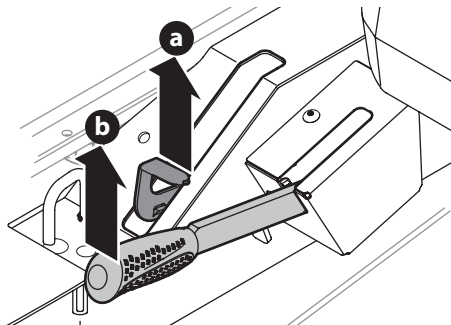

Fig. 2
2. Enclenchez les soupapes de dérivation de la transmission en tirant le levier de dérivation (a) vers l'extérieur, puis vers le haut et jusqu'en arrière (Fig. 2).
4. Pour débloquer le levier de dérivation (a), poussez le levier vers l'avant (Fig. 2).
5. Pour serrer le frein de stationnement, tirez complètement le levier du frein de stationnement vers l'arrière (b) (Fig. 2).